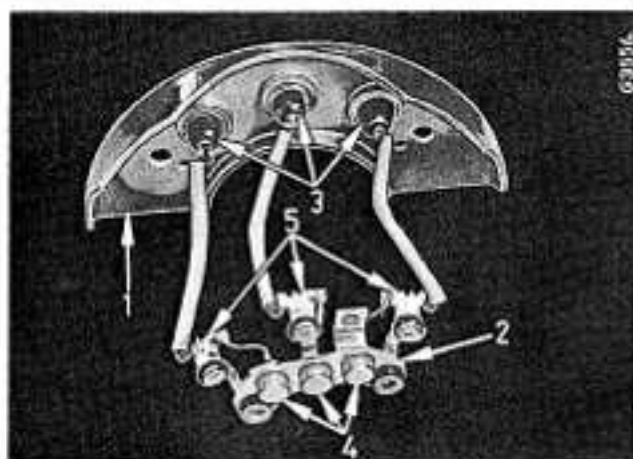
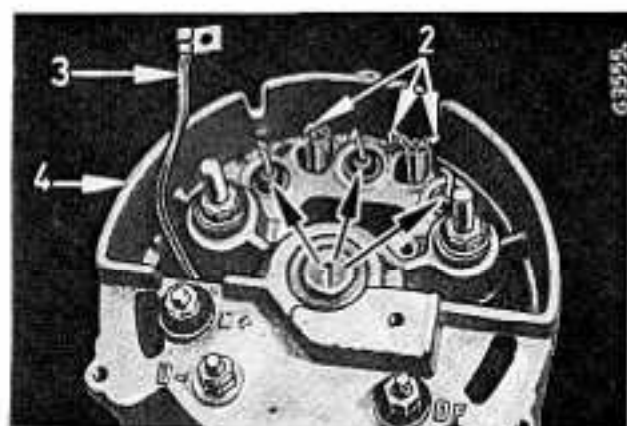

Bild 225
Bild 224
Durch weitere Ablötungen sind Teile (1 und 2) Bild 225 trennbar.
Nach dem Ablöten der Dioden (1) Bild 224 und der Wicklungsenden (2) kann die Erregerdiodenplatte (2) Bild 225 abgeschraubt und zusammen mit der Kühlkörperplatte abgenommen werden.
Ebenso kann der Ständer jetzt vom Gehäuse (4) Bild 224 getrennt werden.